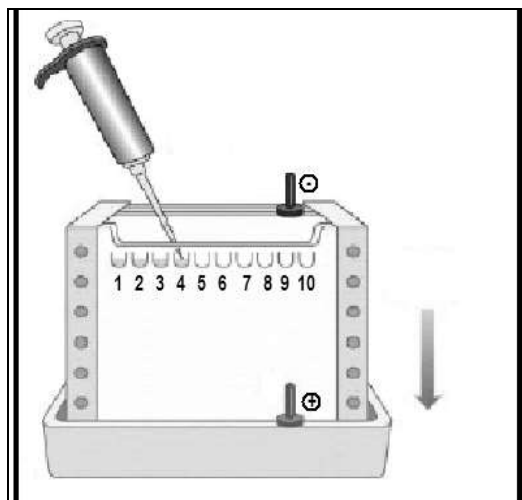

Figura 2.4 Aplicación de las muestras en los carriles de un gel de poliacrilamida-SDS.
16. Aplicar las muestras en los pozos del gel concentrador en el orden en el que se obtuvieron las fracciones y colocar el estándar en el último pozo (Figura 2.4). **PREGUNTAR A SU PROFESOR LOS PESOS MOLECULARES DE LOS ESTÁNDARES.**